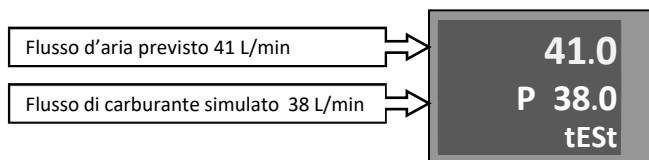
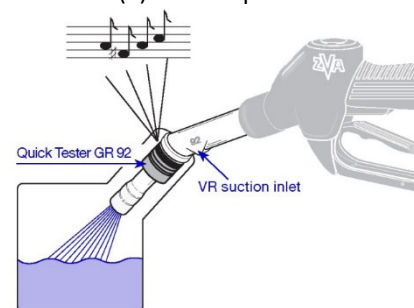

Figura 81 – Posizione del magnete per apertura valvola VR (pistola TATSUNO ULTRA)
Figura 83 – Test funzionale recupero vapori con adattatore Quick Tester GR 92
La testata PDEX o PDEX5 del distributore consente di eseguire **un semplice test del sistema di recupero dei vapori di un erogatore secondo la norma EN 16321-2:2013 articolo 5.4. e un semplice test funzionale** senza erogare carburante o interrompere la comunicazione dell'erogatore con il POS. Si tratta quindi di un cosiddetto test a secco, in cui il flusso di carburante viene solo simulato. Per eseguire il test è necessario solo il telecomando service o manager. Per misurare il flusso d'aria attraverso il sistema di estrazione fumi è necessario utilizzare un contatore del gas con adattatore per pistola distributore, ad esempio TATSUNO VAPOR RECOVERY KIT (TATSUNO EUROPE) o SELF ADAPTION SET FOR VAPOR RECOVERY tipo MKNE-1094 (BÜRKERT) - vedere Figura 83.
- 2) Sollevare la pistola dal supporto e posizionare l'adattatore del contatore del gas sulla pistola (vedere Figura 83, adattatore UMAX2). Se è presente una pistola Elaflex, posizionarlo nella stessa posizione con la pistola rivolta verso il basso per aprire la valvola ON/OFF all'interno della pistola. Nel caso di pistola Tatsuno, posizionare un magnete sopra la pistola per aprire la valvola ON/OFF all'interno – vedere Figura 81.